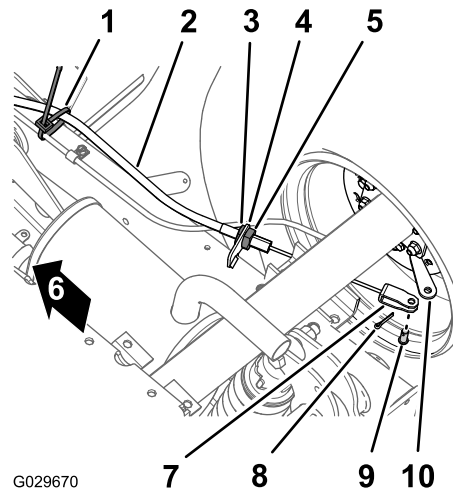

Bild 40
1. Entfernen Sie an der Unterseite der Maschine die Kabelbinde, mit der der Feststellbremszug an der Betriebsbremsenleitung befestigt ist (Bild 40).
2. Markieren Sie einen Drehstreifen an der vorderen Klemmmutter für den Feststellbremszug (Bild 40).
3. Lockern Sie die hintere Klemmmutter und nehmen den Zug von der Bremszughalterung ab (Bild 40).
4. Entfernen Sie den Splint und den Lastösenbolzen, mit denen die Lastöse für den Feststellbremszug am Bremsbetätigungshebel ist, und schließen Sie den Zug vom Hebel ab (Bild 40).
1. Verlegen Sie den Gewindeeinsteller des Feststellbremszugs zur Bremszughalterung und den Lastösenbolzen zum Bremsbetätigungshebel (Bild 40).
3. Fluchten Sie den Gewindeeinsteller des Feststellbremszugs mit der Bremszughalterung aus und ziehen die hintere Klemmmutter an (Bild 40).